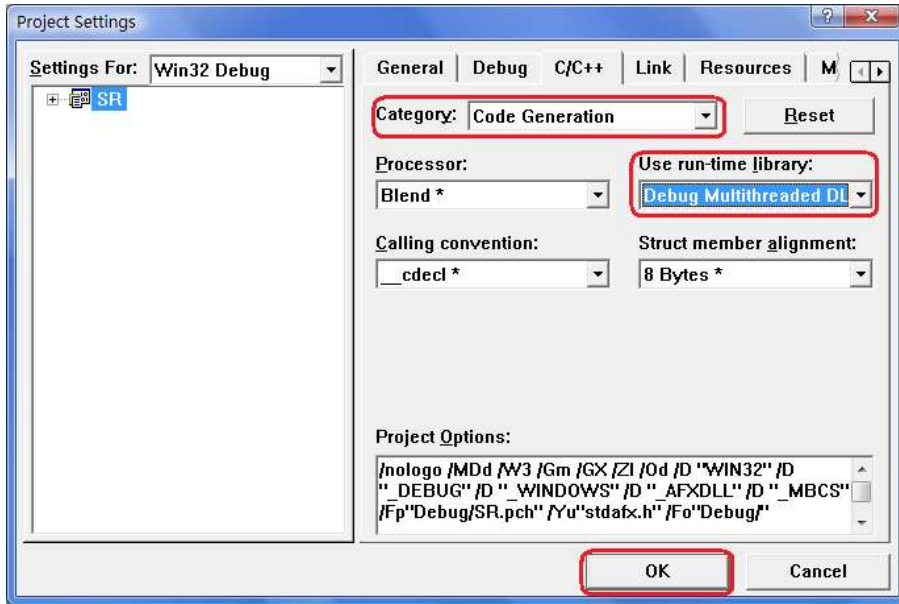

图 4-1-1
2. 打开 Project->Settings 中的 C/C++ 选项卡，在 Category 框中选择 Code Generation，在 Use run-time library 框中选择 Debug Multithreaded DLL。点 OK 关闭对话框。如图 4-1-1 所示。